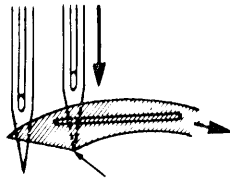

fig. 4
- Controllare che la punta dell'ago di destra, nella sua corsa discendente, collimi con lo spigolo inferiore del crochet (fig. 4).